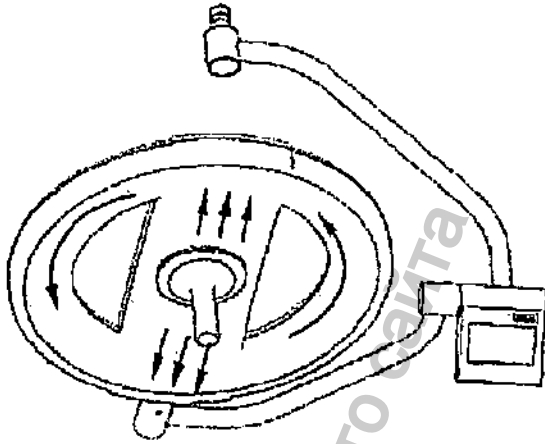

Рисунок 3-1 Чистка стекла
- При чистке и дезинфекции стекленной части стерилизатора ее следует протирать от центра к краям вокруг стерилизуемой рукоятки, а затем по радиусу, как показано на Рисунок 3-1. Не следует водить тряпкой вперед-назад или по кругу. Невыполнение данного требования может привести к повреждению поверхности стекла.